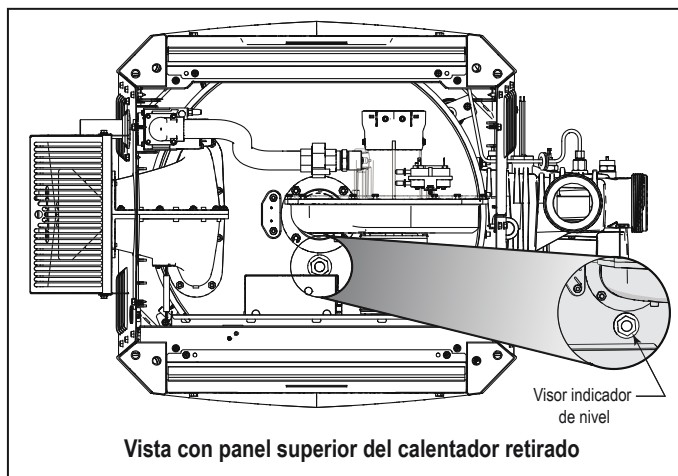

Figura 19. Quite el panel superior del calentador para ver el visor indicador de nivel
- Revise visualmente la flama del quemador principal. Quite el panel superior del calentador para revisar el visor indicador de nivel. Ver *Figura 19*.